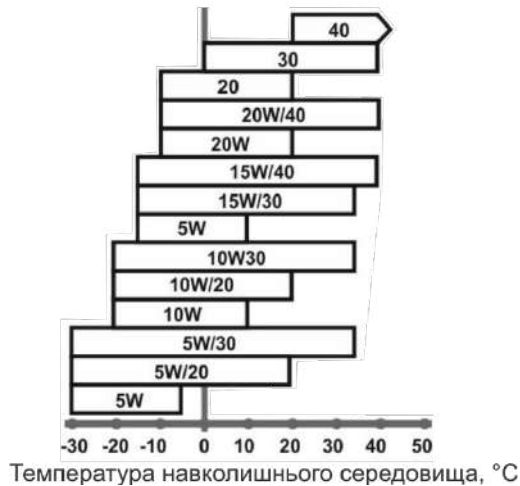

Рисунок 5. Залежність густини мастила від температури сезону.
1. Виріб постачається без моторного мастила у картері двигуна. Перед заправленням перевірити відповідність параметрів вибраного мастила рекомендаціям, вказаним на рис. 5. Рекомендується використовувати мінеральне мастило високої якості.